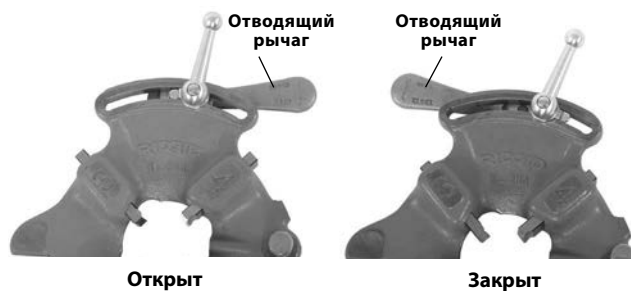

Рис. 5 – Рычаг в открытом/закрытом положении
2. Установите отводящий рычаг в положение ОТКРЫТ (Рис. 5).